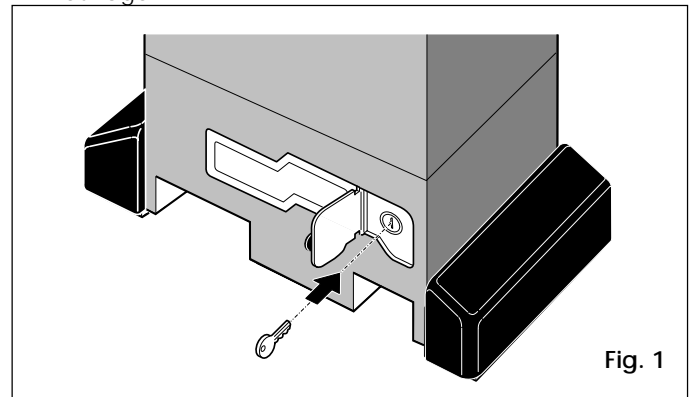

Fig. 1
Pour accéder au réservoir, retirer momentanément le bouchon de remplissage (Fig. 1 rep. 8).
- 1) Ouvrir le volet de protection et introduire la clé prévue à cet effet dans la serrure (Fig. 1).